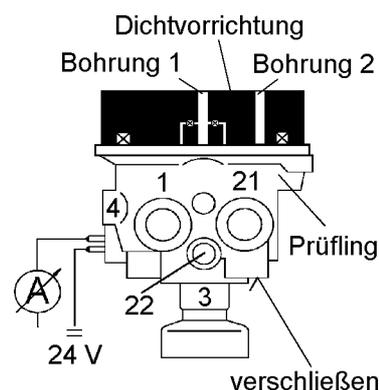

Abb. 2
- 3.1.1. Den Trockenmittelbehälter vom Lufttrocknergehäuse abschrauben, durch die Dichtvorrichtung 899 709 113 2 ersetzen und mit einem Drehmoment von $M = 15 + 2 \text{ Nm}$ anziehen. Die Bohrung 2 an der Dichtvorrichtung verschließen (siehe Abb. 2).